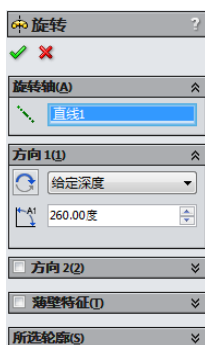

图 3-25 旋转类型为“单向”及其预览效果
(1) 单向：从草图基准面以单一方向生成旋转特征。如图 3-25 所示旋转类型为“单向”，旋转角度为 260 度时的属性管理器及其预览效果。